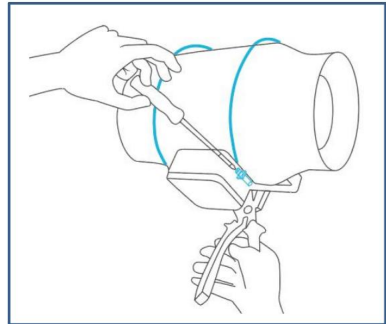

Abb.10.
5. Setzen Sie die Metallringe wieder auf die Flansche und ziehen Sie die Schrauben wieder fest, um den Lüfter zu sichern. Siehe (Abb. 10).